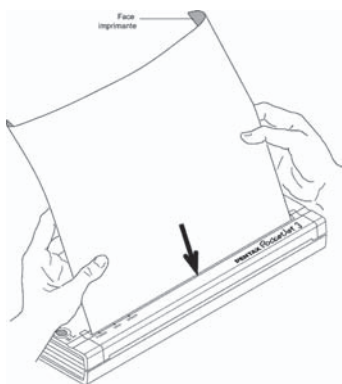

FIGURE 14. Insertion du papier
2. Glissez doucement le papier dans la fente de l'imprimante jusqu'à ce qu'il soit amorcé dans le rouleau entraîneur. Vous pouvez alors lâcher le papier. Consultez la Figure 14